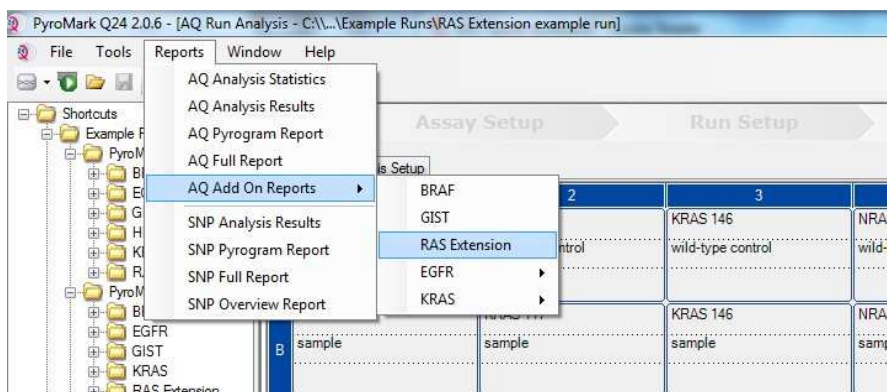

Figura 6. Menu do Relatório de plug-in da extensão RAS.
4. Usando o Relatório de plug-in da extensão RAS para gerar um Relatório de plug-in, selecione "AQ Add On Reports/RAS Extension" (relatórios do complemento AQ/extensão RAS) no menu "Reports" (relatório) (veja Figura 6).
Nota: Mutações no códon 61 do KRAS também devem ser analisadas com o plug-in KRAS separado selecionando "AQ Add On Reports/KRAS/Codon 61" (relatórios do complemento AQ/KRAS/códon 61) no menu "Reports" (veja Figura 6).